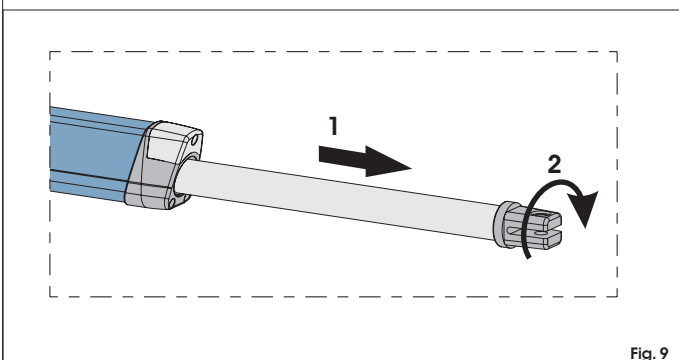

Fig. 9
- 4) Extraiga completamente el vástago hasta el tope, fig.9 ref.1.
- 6) Gire media vuelta o una vuelta el vástago en sentido horario, Fig.9 ref.2